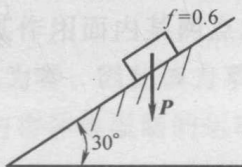

图 1-7
(9) 图 1-7 所示的斜面倾角为 30° ，一重为 P 的物块放在斜面上，物块与斜面间静滑动摩擦系数 $f = 0.6$ ，下述判断正确的是 ()。